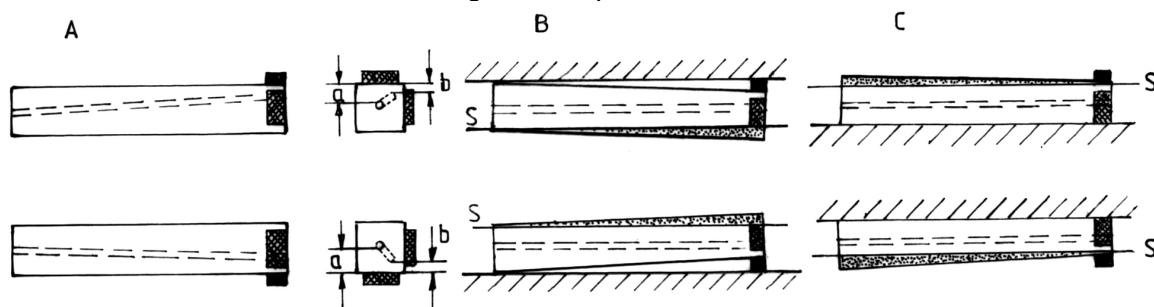

Abb. 1 : Operation 2 - Sägen 1, Ausrichten der Seitenflächen nach der Bohrung. s = Sägeschnitt, a = großer Abstand, b = kleiner Abstand, a-b = Unterlagendicke.
In Anlehnung an den Spruch: Wenn der Prophet nicht zum Berg kommt usw., könnte es hier heißen: Wenn die Bohrung nicht parallel zur Seitenfläche zu bringen ist, muß die Seitenfläche parallel zur Bohrung gebracht werden. Und genau das ist nachfolgend beschrieben. Mit einem in die Bohrung gesteckten 0,5er-Bohrer lassen sich die beiden Abstände "a" und "b" messen. Die Differenz von "a" zu "b" wird an der schmalere Seite in Form eines Holzwürfchens angeklebt. Das Gleiche gilt für das zweite Seitenpaar (Abbildung 1/A). Jetzt, da zwei Seiten durch die Hilfsstücke parallel zur Bohrung liegen, kann die jeweils gegenüber liegende auch in Richtung der Bohrung gesägt werden (B). Dann werden die beiden schräg gelegten Seiten parallel gesägt (C).